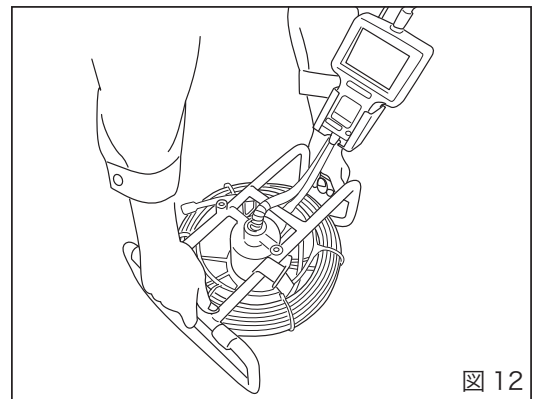

図 12
- ① 設置の際には本体を両手で持ち、ゴム足側を下にして静かに置いてください。(図 12)